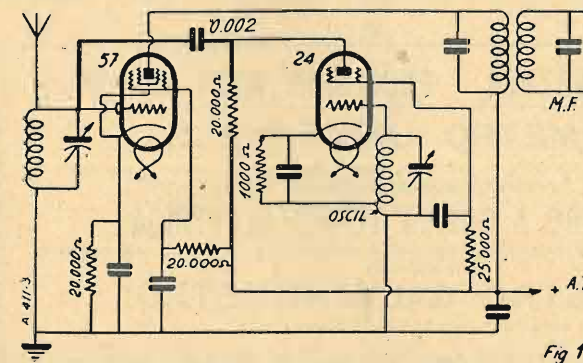
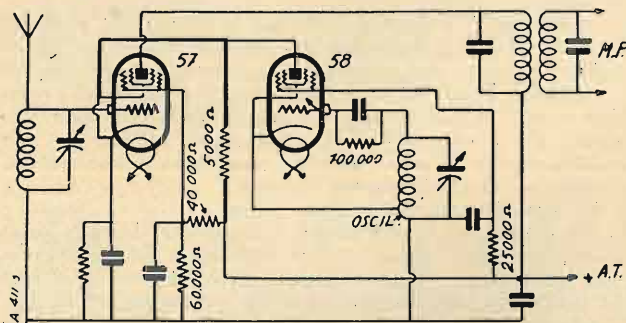

Fig 1
Fig. 3
anche un pentodo A. F. montato in oscillatore ad accoppiamento elettronico (montaggio delle fig. 1 e 3). Il catodo, la griglia di comando e la griglia schermo della valvola oscillatrice sono prese come se fossero gli elettrodi ordinari di un triodo, e servono a fare un montaggio oscillatore, come nel caso precedente. Tuttavia, perchè la seconda griglia possa far la sua parte di schermo elettrostatico in rapporto alla placca, occorre che sia allo stesso potenziale A. F. della massa. Col montaggio e il sistema di alimentazione adottati è possibile ottenerlo facilmente. Notiamo tuttavia che il potenziale A. F. del catodo non è più, come nei soliti montaggi, lo stesso di quello della massa. E' necessarissimo, quindi, a meno di non adoperare un dispositivo speciale, di usare una sola valvola a riscaldamento indiretto per questo sistema.
Si realizza l'accoppiamento disponendo una resistenza di utilizzazione nel circuito anodico dell'oscillatrice. Si riporta l'oscillazione locale raccolta fra la massa e la griglia della valvola modulatrice per mezzo d'un condensatore di 2 millesimi di mfd. (fig. 1).
C) *Accoppiamento con lo schermo.* — E' l'accoppiamento nel quale l'oscillatrice ha la placca collegata direttamente allo schermo della modulatrice. La seconda griglia di questa non è più allo stesso potenziale A. F. della massa. Si può evitare questo inconveniente inerente al montaggio abituale sostituendo la ordinaria modulatrice a schermo con una trigridia alta frequenza (fig. 3). La griglia schermo è montata normalmente, cioè disaccoppiata da un condensatore di grande capacità. La terza griglia, che si collega ordinariamente al catodo, serve qui ad effet-
Abbiamo indicato nella fig. 3 lo schema di un dispositivo di questo genere, in cui è usato un oscillatore ad accoppiamento di anodo elettronico. Si noti che il sistema di polarizzazione della griglia di comando dell'oscillatrice si fa per mezzo della « caduta di tensione » prodotta dalla corrente griglia agli estremi della resistenza di 100.000 Ohm, posta in serie nel circuito. Questo sistema di polarizzazione o quello della fig. 1 possono essere usati indifferentemente.
Ripetendo l'esperienza su una corrente continua, si vedrà che la lampada si accende normalmente su 110 Volte, per esempio; e avendo la possibilità di fare abbassare la tensione per mezzo di un potenziometro di 20.000 Ohm, collegato come indica la fig. 1, si scorgerà che la lampada « proseguirà » fino ad un valore determinato, che potrà risultare da un voltmetro *V*, collegato dal lato dell'utilizzazione. A questo momento — su 85 Volte, per esempio — la lampada si spegnerà improvvisamente; ed anche se facciamo risa-
La fig. 3 presenta lo schema generale con questa piccola modificazione.
Che si può fare per mezzo dello schema rappresentato nella fig. 3? Poiché, quando si cambia il valore della resistenza o del condensatore, si cambia la caratteristica del circuito, viene di conseguenza che, disponendo di resistenze e di capacità graduate, si potrà procedere a misure di resistenza o